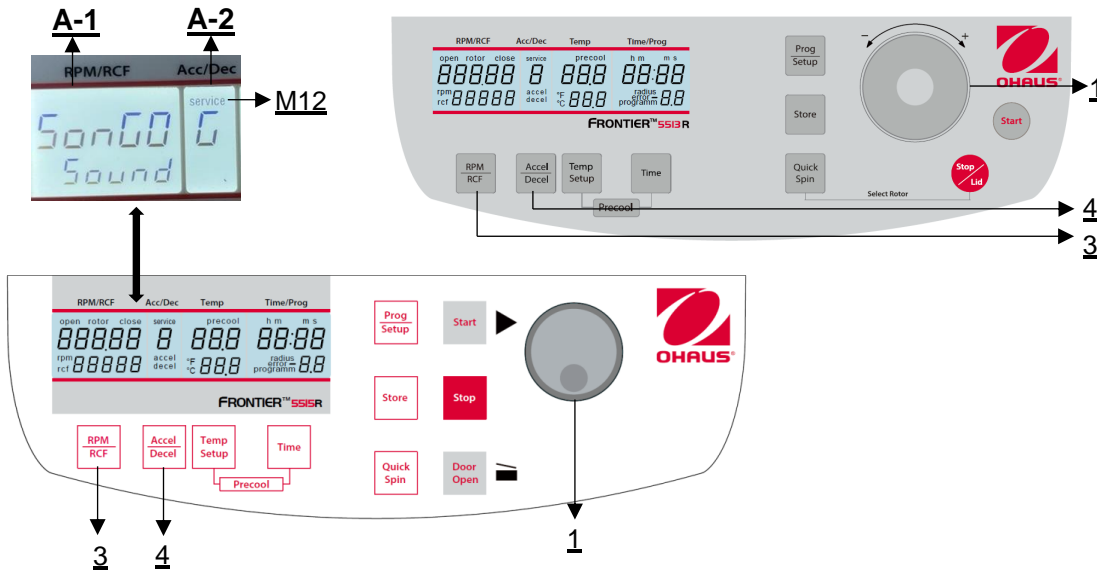

Abbildung 29
Gehen Sie wie unter Punkt 4.1.1 beschrieben vor, um in diesen Programmmodus zu gelangen und drücken Sie dann die Taste "**Accel/Decel**" (4). In der Anzeige "**Acc/Dec**" (A-2) blinkt das Wort "**Service**" (M12). Wählen Sie nun mit dem Einstellknopf / Touch Wheel (1) den Buchstaben "**G**" aus. Daraufhin erscheint in der Anzeige "**RPM | RCF**" (A-1) der Schriftzug "SonGo/Sound". Nachdem Sie die Taste "**RPM | RCF**" (3) gedrückt haben, können Sie mit dem Einstellknopf / Touch Wheel (1) einen Song auswählen (siehe **Abbildung 29**).